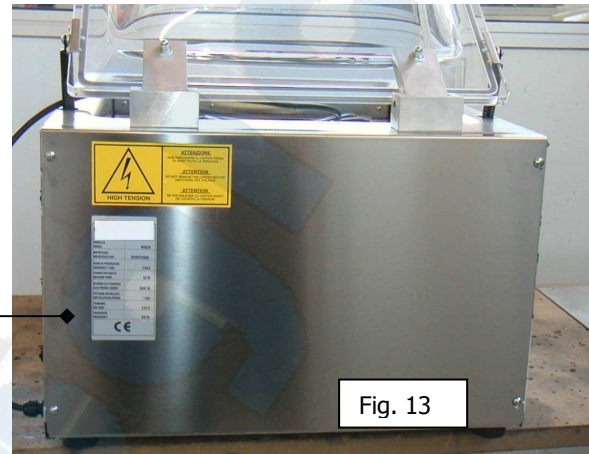

Fig. 13
- 1) Acceder al interior de la máquina, sacando el carter de protección(1, Fig. 13) mediante los tornillos de fijación.